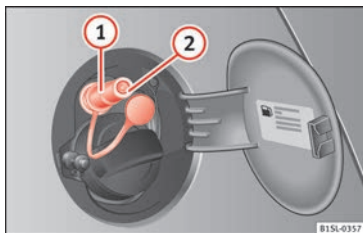

Fig. 167 Tapa del depósito abierta: boca de carga de gas ①, retén de la boca de carga ②.
- Destape la boca de carga de gas » » » fig. 167 ①.